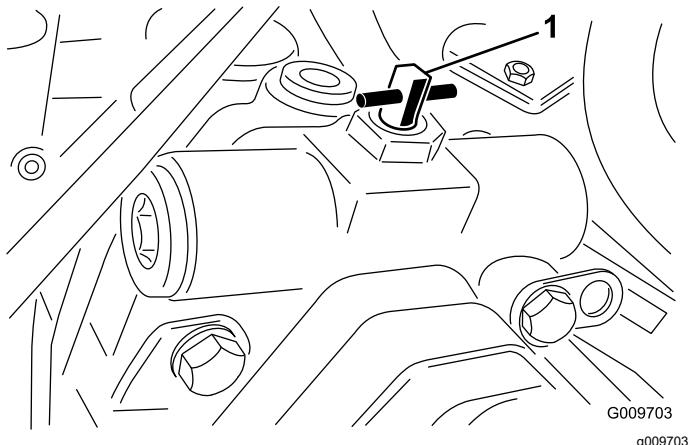

**Figura 90**
7. Abra la válvula de desvío de remolcado de la bomba de tracción girándola 90° (1/4 de vuelta) en cualquier sentido (Figura 90).
2. Abra la válvula de desvío de remolcado de la bomba de tracción girándola  $90^\circ$  ( $\frac{1}{4}$  de vuelta) en cualquier sentido (Figura 90).